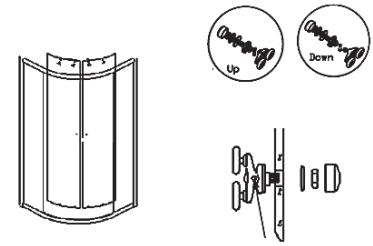

РИС.5.
7. Установите на подвижные стекла (двери) ручки, подвижные ролики, магнитные и резиновые уплотнители и установите двери на кабину. Внимание! При установке роликов необходимо соблюдать расположение регулировочных отверстий ролика «верх/низ». Место расположения регулировочных отверстий указано на рисунке стрелкой. У нижних роликов регулировочное отверстие должно быть сверху ролика, а у верхних роликов – снизу. Верхний ролик оборудован винтом под отвертку. При помощи данного винта можно производить регулировку плавности хода дверей. (рис.5)